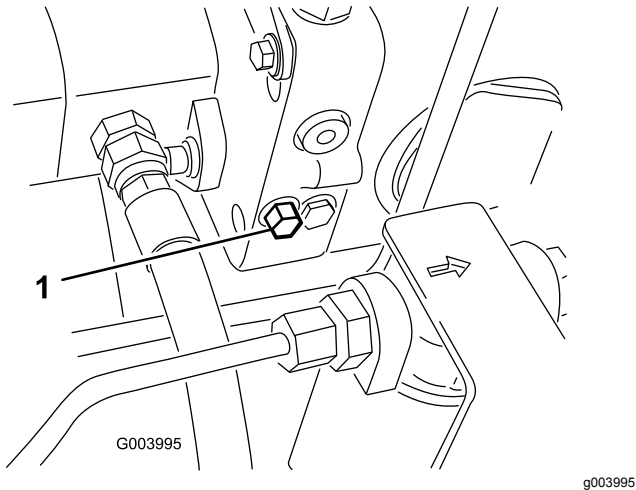

Bild 43
1. Dieses Sicherheitsventil befindet sich links am Hydrostat (Bild 43). Drehen Sie die Schraube um eineinhalb Umdrehungen, um das Ventil zu öffnen und Öl intern abzulenken. Weil das Öl abgelenkt wird, lässt sich die Maschine ohne Schäden am Getriebe langsam bewegen.